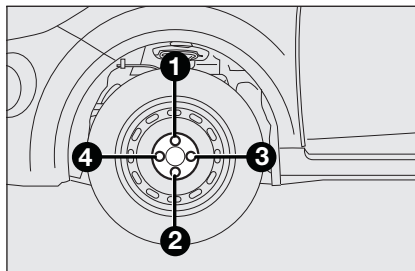

fig. 8
- stringere a fondo i bulloni, passando alternativamente da un bullone a quello diametralmente opposto, secondo l'ordine illustrato in **fig. 8**.
- mediante l'utilizzo della chiave in dotazione, serrare a fondo i bulloni secondo l'ordine rappresentato **fig. 8**;